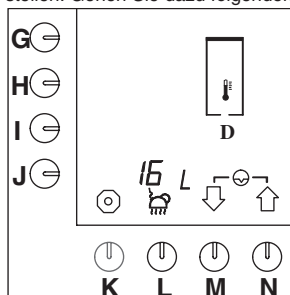

Abb. 53 Zurückstellen des Tageszählwerks für das Heißwassersystem
- Drücken Sie auf die Wahl taste (M.)↓, bis Abb.53 im Display erscheint.